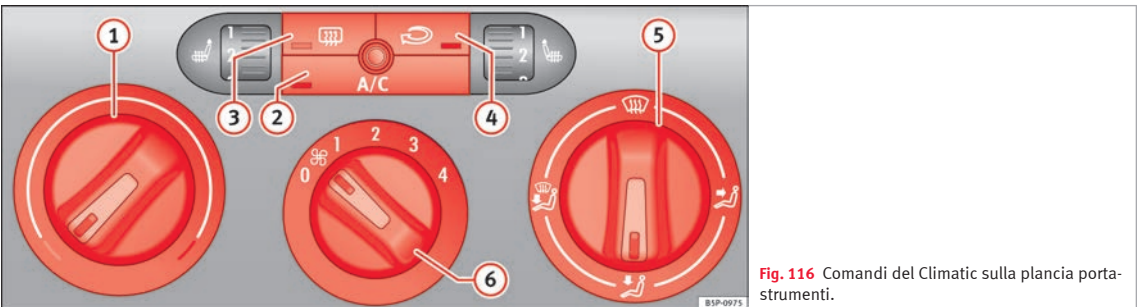

Fig. 116 Comandi del Climatic sulla plancia portastrumenti.
- Ruotare verso destra la manopola di regolazione della temperatura » **fig. 116**  portandola sul livello desiderato.
Quando è attiva, la funzione di ricircolo » **fig. 116**   impedisce la penetrazione di cattivi odori o di aria inquinata all'interno dell'abitacolo. Essa è particolarmente utile nelle gallerie e quando si è fermi in coda.